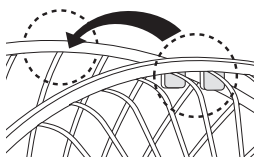

Рис.5
7. Насадите переднюю решетку с соединительным ободом на заднюю за крючок наверху (шаг 6, рис. 5).